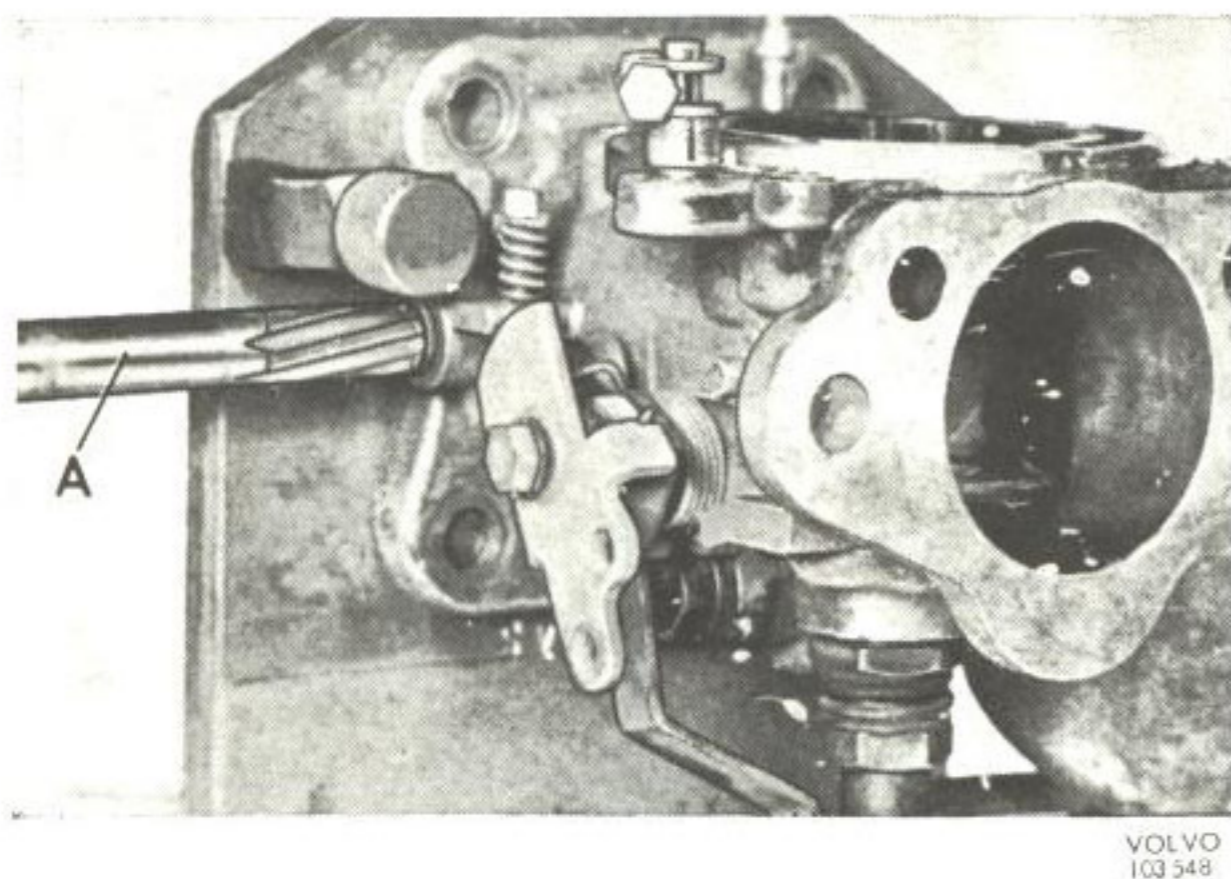

Bild 108. Brotskning av läge för bussning
2. Spänn fast stativ SVO 2603 i ett skruvstycke och sätt fast förgasaren i stativet med krokarna enligt bild 108. För arbete med SU-förgasare används stativets tjocka tapp. Se till att tappens hål kommer i linje med spjällaxelns hål.
3. Brotscha bort bussningarna samt upp hålen för spjällaxeln i huset med brotsch SVO 2880 (som alt. SVO 2400) bild 108. Drag ej tillbaka brotschen genom hålet, utan lossa fästet och skjut brotschen i arbetsriktningen genom hålet i bottenplattan. Göres brotschningen i pelarborrmaskin, måste lägsta hastighet användas samt brotschen spännas fast med omsorg så att den ej kastar. Kastar brotschen blir hålen för stora, bussningarna lossar och huset får skrotas.